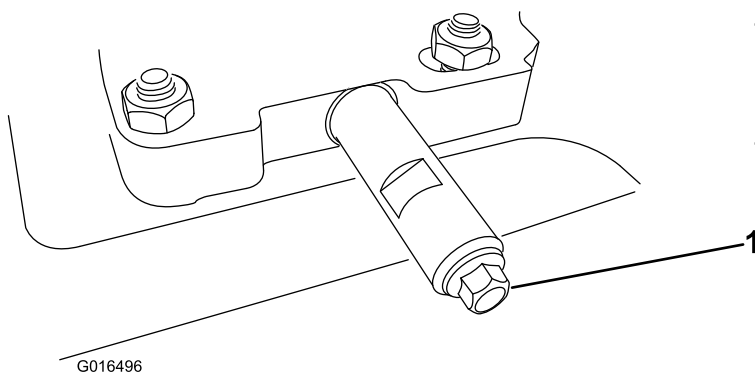

Figure 33
2. Nettoyez la surface autour du bouchon de vidange d'huile (Figure 33).